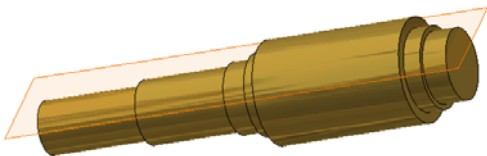

图 8-26 建立工作平面
① 建立一个与直径为 30 的圆柱侧面相切的工作平面, 如图 8-26 所示。